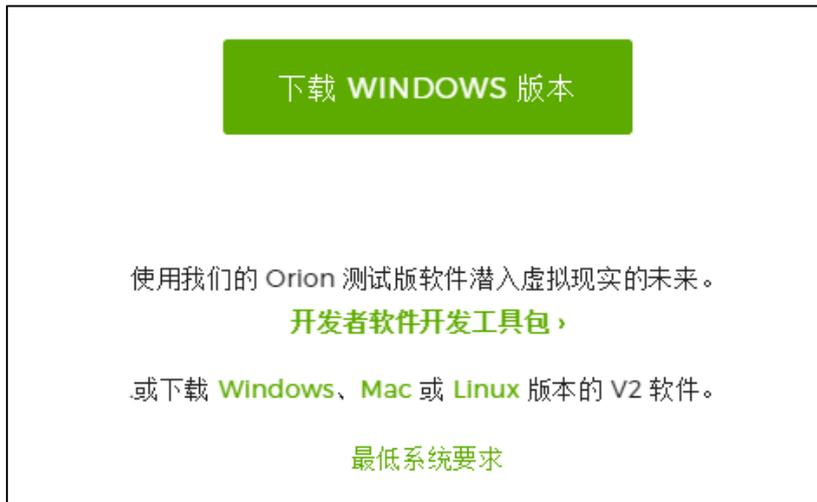

图 5.89 下载 Windows 版本的 Leap Motion 驱动
- 已获取 Leap Motion 驱动。访问 <https://www.leapmotion.com/setup/desktop/windows> 下载 Windows 版本的 Leap Motion 驱动。如图 5.89 所示。